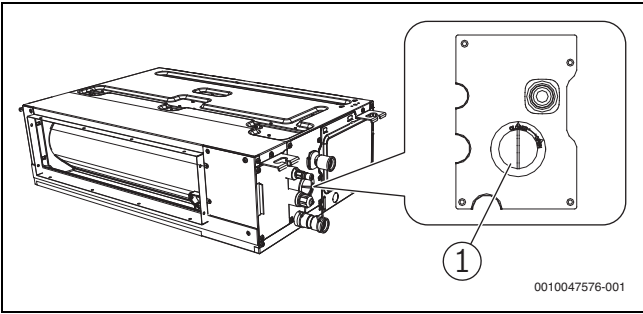

Fig. 27
- ▶ Abra a tampa de teste de água (→ fig. 27) no corpo da máquina que precisa de ser desaparafusada durante o teste de drenagem para verificar se a bomba de drenagem está ligada e se existe algum problema com a mesma.